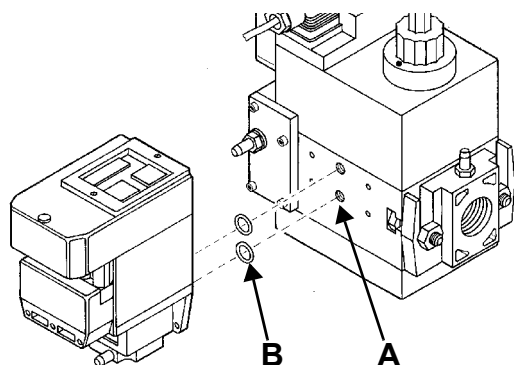
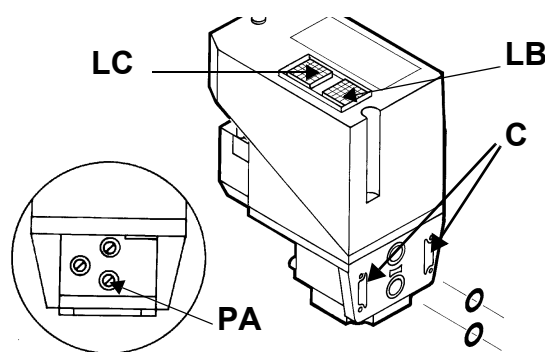

Fig. 6
Fig. 7
- 2 quitar los tornillos de cierre del grupo Multibloc (Fig. 6-A);
- 3 colocar los anillos de estanqueidad (10,5 x 2,25) en el VPS 504 (Fig. 7-B, Fig. 6-B);
- 4 apretar los 4 tornillos de control de estanqueidad (M4 x 16) Fig. 6-C.
Si se desea realizar un control, introducir un manómetro en la toma de presión **PA** en Fig. 7. Si el ciclo de prueba resulta positivo, después de algunos segundos se enciende la lámpara de consenso **LC** (amarilla). En caso contrario se enciende la lámpara **LB** de bloqueo (roja). Para reiniciar es necesario desbloquear el equipo presionando el pulsador luminoso **LB**.